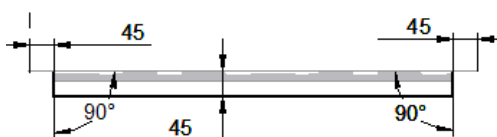

图 8.13.13 编辑草图
(4) 定义弯边尺寸。单击“轮廓步骤”按钮, 编辑草图尺寸如图 8.13.13 所示, 单击按钮, 退出草图绘制环境。